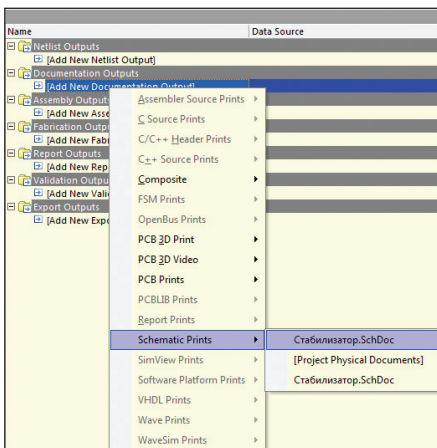

Рис. 19. Выбор документа для печати
1. Добавим в области *Outputs* задание для печати. Для этого в разделе *Documentation Outputs* щелкнем на строке *Add New Documentation Output* и в выпадающем меню перейдем на пункт *Schematic Prints*. Здесь выберем нужную нам схему (рис. 19). Сразу же после выполнения этого действия в разделе *Documentation Outputs* появится строка с новым заданием. Тут же можно ввести для него имя. Любой раздел области *Outputs* может содержать любое количество заданий на вывод. Все они добавляются аналогичным образом.